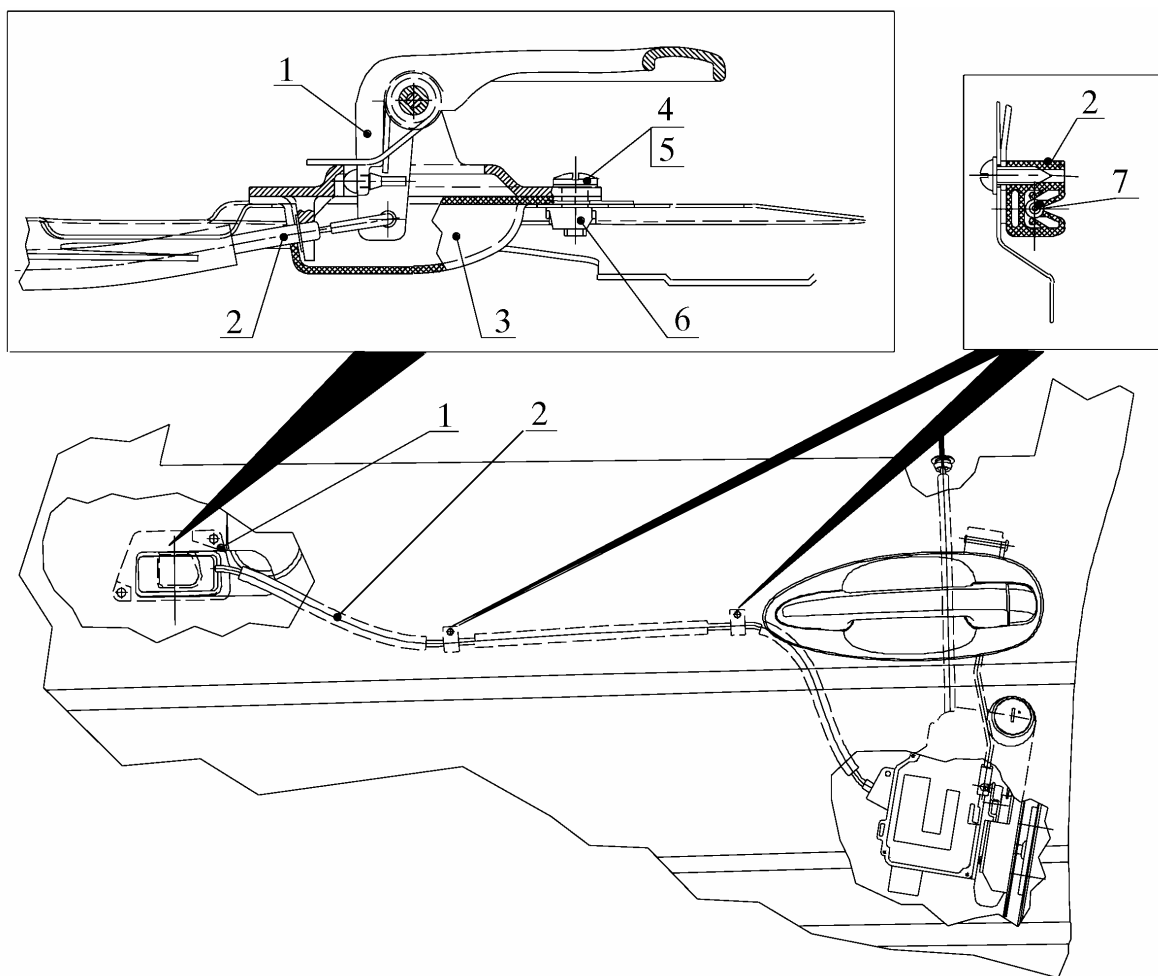

Рис. 13. Снятие привода внутреннего замка передней левой двери:
4.1.2. **Высвободить тягу 2** (рис. 13) внутреннего привода передней левой двери из двух скоб 7 её крепления.